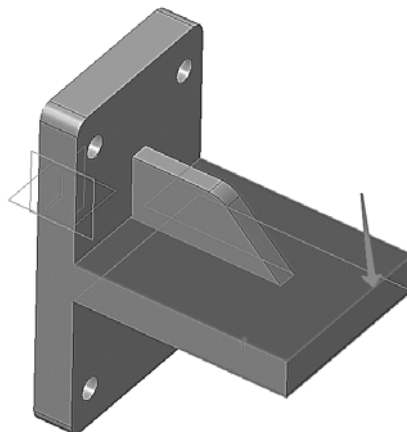

Рис. 69. Выбор второй грани
6.10 Укажите короткое ребро на опорной площадке (рис. 69).